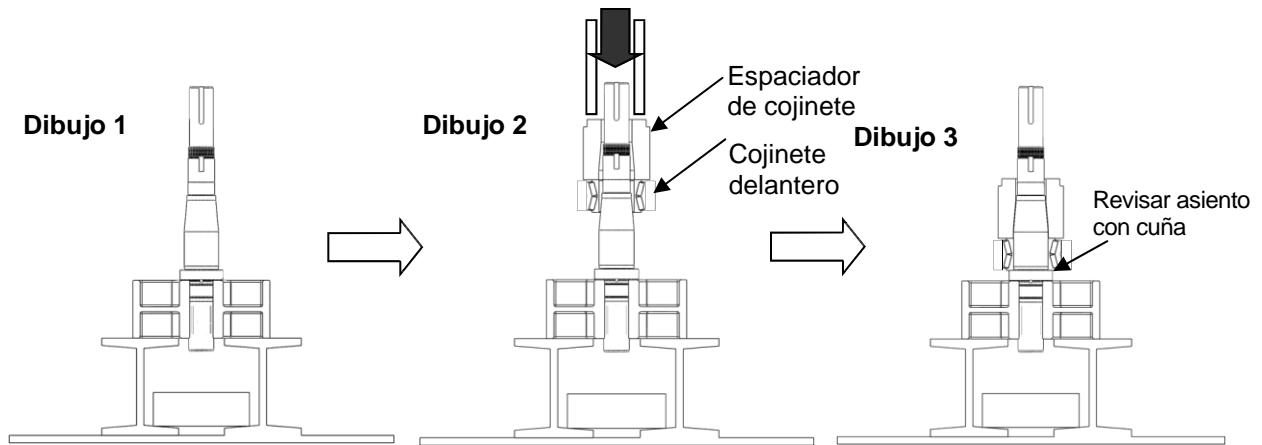

Figura 51: Presionar cojinete delantero sobre el eje
1) Limpie todas las partes reutilizables antes de reensamblarlas. Aplique una ligera capa de lubricante en el área del eje donde irá el cojinete delantero. Coloque el eje en posición vertical en la prensa con las lengüetas hacia abajo (Figura 51, Dibujo 1). Abra el nuevo ensamble de cojinete delantero y asegúrese de no intercambiar ninguna pieza. Todos los cojinetes se fabrican como juegos y se ensamblan para tener una longitud total precisa. Coloque el cojinete delantero sobre el eje junto con el espaciador del cojinete (Figura 51, Dibujo 2). Asegúrese de que el cojinete y el espaciador estén alineados antes de presionarlos. Consulte la Tabla 5 para ver la fuerza necesaria (en toneladas) para presionar los cojinetes sobre los ejes. Con una manga que se apoye en el espaciador del cojinete y que pase sobre el eje, presione el cojinete hasta que se asiente contra el hombro del eje. Se puede usar una calza para asegurar que el cojinete se apoye por completo en el hombro del eje (Figura 51, Dibujo 3).